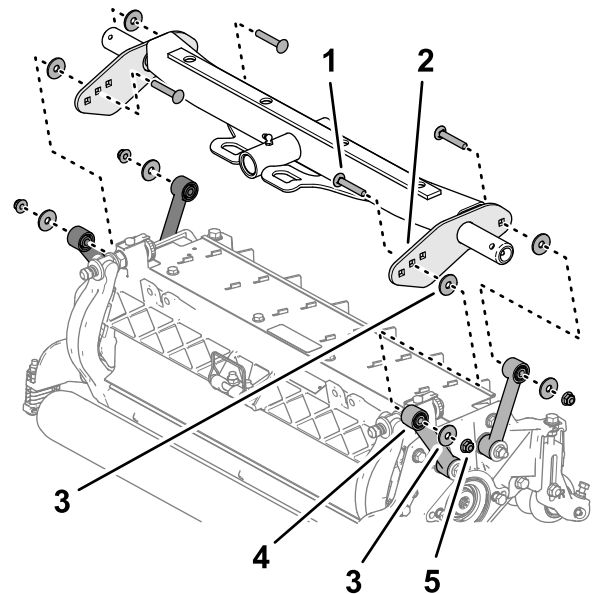

Figure 18
- Placez une rondelle entre la plaque du bâti porteur et la biellette (Figure 18), et fixez légèrement les plaques et l'entretoise avec un boulon de carrosserie ( $\frac{3}{8}$  x  $2\frac{1}{4}$  po), une rondelle et un contre-écrou à embase ( $\frac{3}{8}$  po).